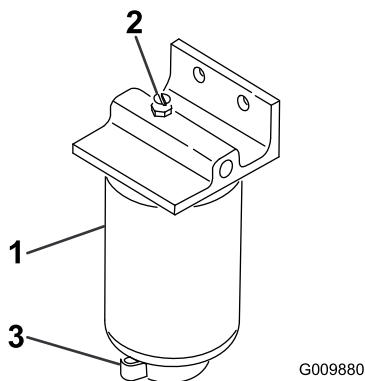

Bild 58
3. Lösen Sie das Ablassventil an der Unterseite der Filterglocke (**Bild 58**).
2. Reinigen Sie den Anbaubereich der Filterglocke (**Bild 58**).